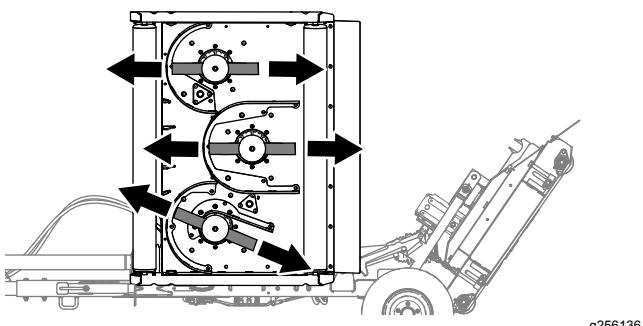

Figura 70
1. Alinee la cuchilla del cortacésped tal y como se muestra en la Figura 70.